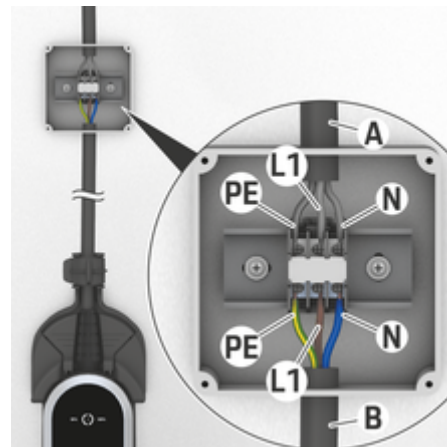

図. 2 固定接続ボックスの接続 (単相)
コントロールユニットのケーブル B (図. 2) を固定接続 A (図. 2) の端子に接続するときには、指定された順序に従ってください。
2. 保護導線 PE (図. 2) を固定接続の PE (図. 2) 端子に接続します。
3. ニュートラルワイヤー N (図. 2) を固定接続の N (図. 2) 端子に接続します。
4. 通電ワイヤー L1 (図. 2) を固定接続の L1 (図. 2) 端子に接続します。